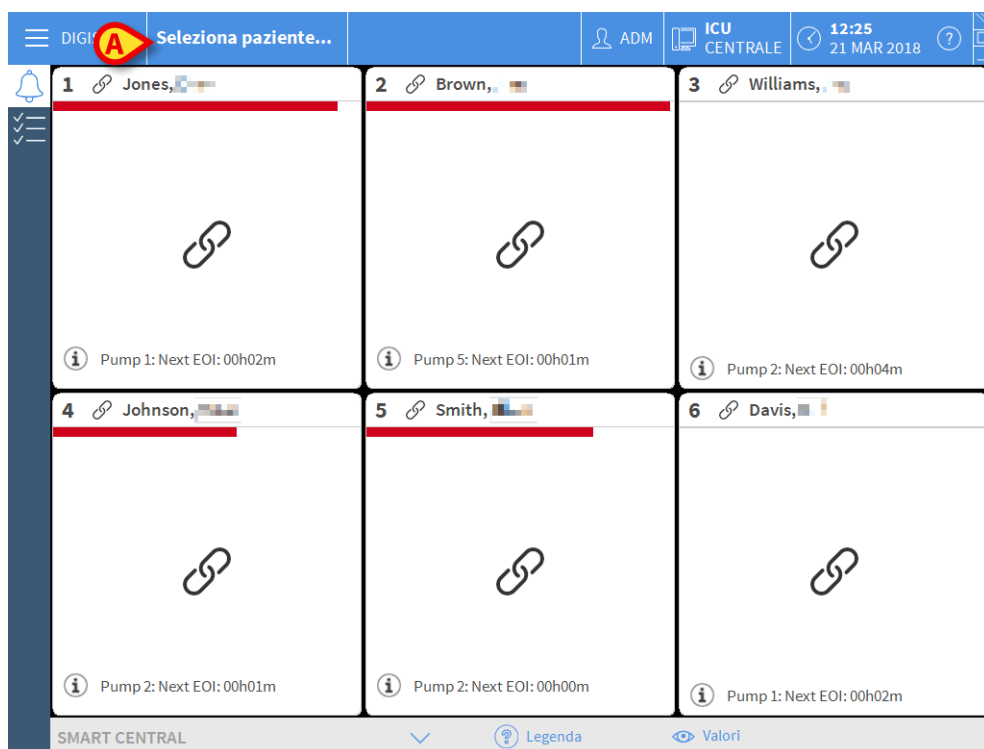

Fig 90
- Cliccare il pulsante **Paziente** su Control Bar (Fig 90 **A** e Fig 91).